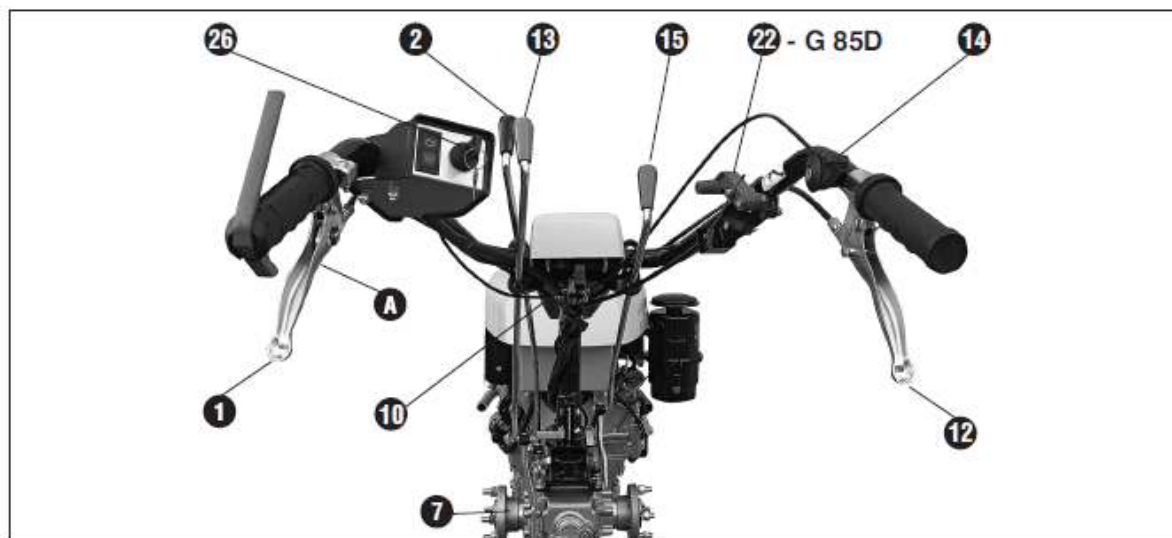
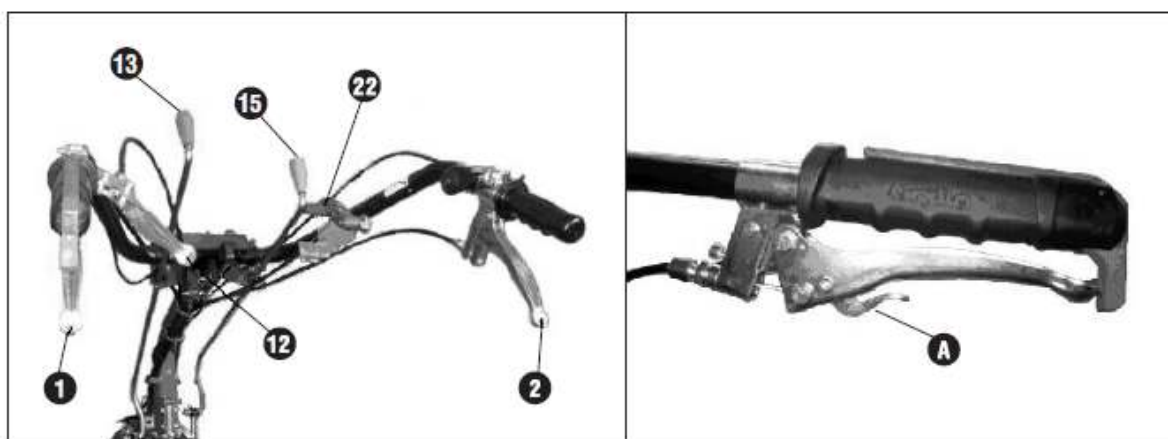

Fig. 3A
Fig. 4A
- Kontroller oliestand i fræsergear (fig. 4A 3)
Tilslut motorstop (fig. 3A no. 25) åben for benzinhanen gasregulering på halv gas, ved kold motor brug chokeren ved karburatoren. Start motoren ved at trække i startsnoren (fig. 4A.6)
Tilslut motorstop (fig. 3A no25) sæt gasreguleringen på halv gas (se motorhåndbog) skub dekomprationsknappen på toppen af motoren til den bliver i startpositionen. Start motoren ved at trække i startsnoren (fig. 4A.6)
HENVISNING TIL FIG. 3A OG 4A